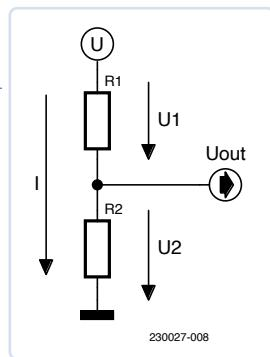

Figure 7. Diviseur de tension non chargé.
La **figure 7** montre un diviseur de tension non chargé, qui est une forme idéale du diviseur de tension. Lorsqu'une tension (U) est appliquée, un courant (I) apparaît au niveau de  $R_1 + R_2$ . Une tension  $R_1 \times I = U_1$  s'établit maintenant aux bornes de la résistance  $R_1$  et une tension  $R_2 \times I = U_2$  aux bornes de  $R_2$ , où  $U = U_1 + U_2$ . Si vous voulez maintenant mesurer, par exemple, une plage de 0 à 10 V avec un CA/N qui ne peut traiter que 0 à 5 V, la tension doit être divisée par deux. Il est évident qu'il faut pour cela que  $R_1 = R_2$ . Cependant, le courant (I) doit également être pris en compte lors du choix des valeurs de résistance. Bien que les valeurs de  $10 \Omega$  pour  $R_1$  et  $R_2$  donnent mathématiquement les tensions souhaitées pour  $U_1$  et  $U_2$ , un courant de  $500 \text{ mA}$  circule à travers les résistances. Cela pourrait non seulement surcharger la source de tension, mais aussi les résistances elles-mêmes. En effet, une dissipation de puissance de  $P = R \times I^2 = 2,5 \text{ W}$ , que chaque résistance doit dissiper sous forme de chaleur, est beaucoup trop élevée pour la plupart des petits modèles.